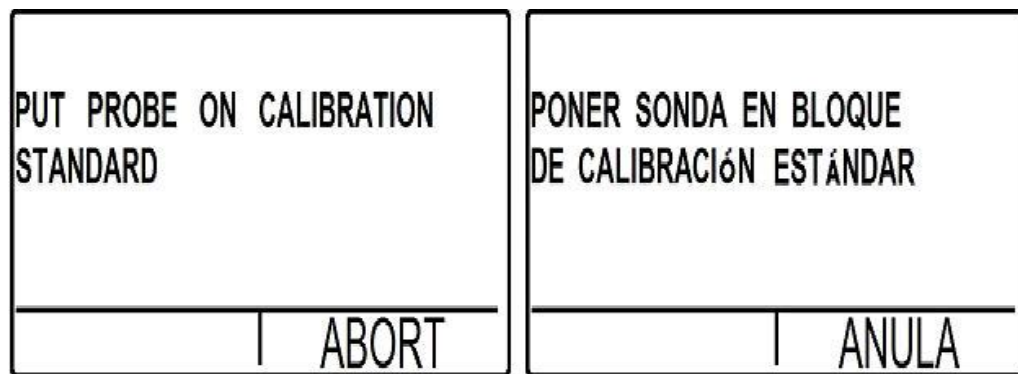

Figura 11: Pantalla con la instrucción para acoplar el transductor
- i. Presione dos veces la tecla ; entonces la pantalla aparecerá como se muestra en la Figura 11; siga las instrucciones mostradas en la pantalla.